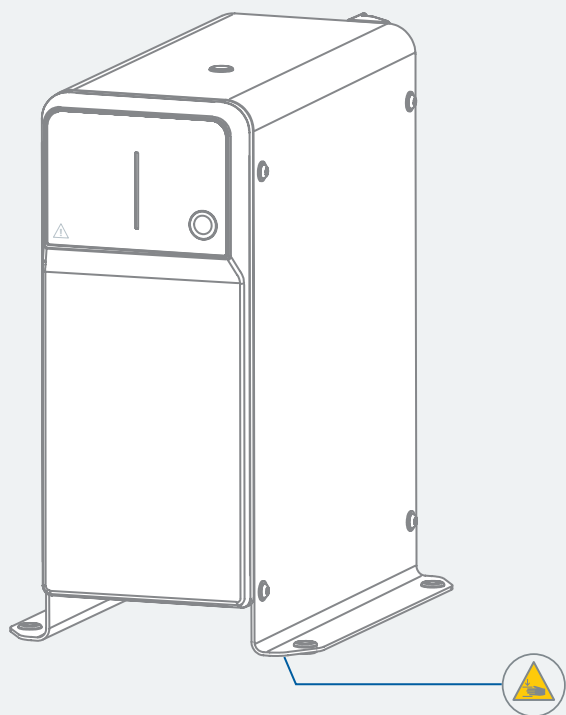

Fig. 1
- › Faites attention aux emplacements repérés sur la Fig. 1.